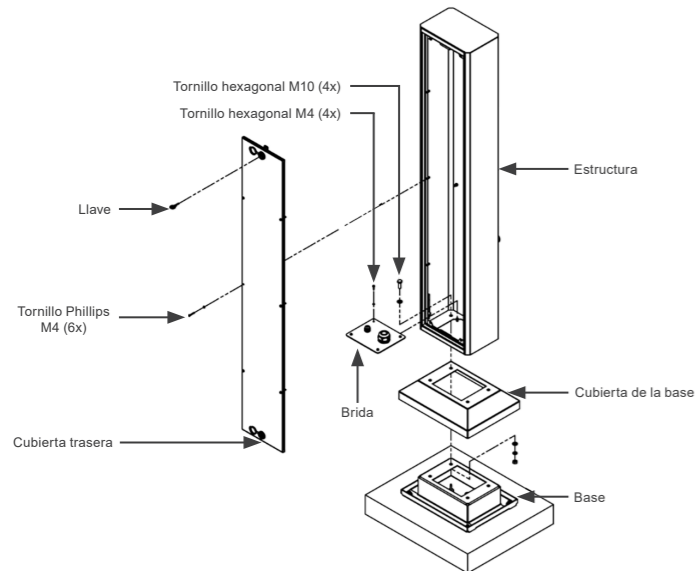

Figura 4.7: Vista explodida del montaje
El montaje del tótem a la base de fijación del producto se muestra en la Figura 4.7, utilizando cuatro (04) tornillos hexagonales M10, suministrados con el producto. El par de apriete recomendado es de 35 Nm.